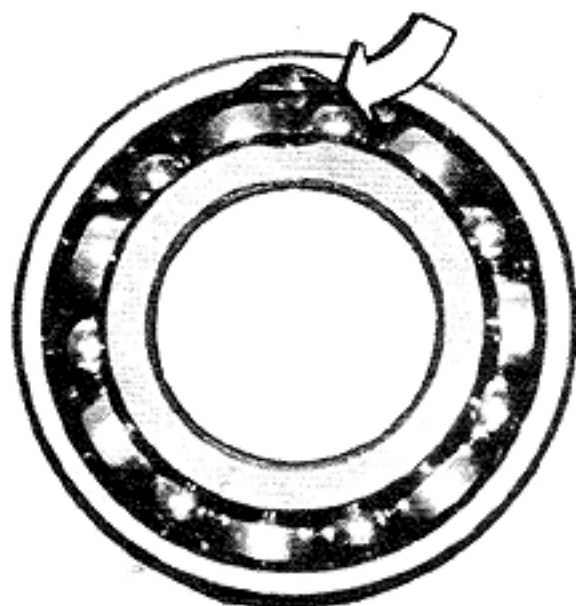

Fig. 9 Urtag på kullager
Montera samman axeln (42), lagret (39), locket (43) och medbringaren (44) till en enhet. Kullagret (39) monteras så att urtaget på kullagrets (fig. 9) ena sida vändes från kuggarna på axeln (42). Om tättningsringen i locket (43) visar minsta skada eller om den varit demonterad ur locket, skall den ersättas av en ny. För att skydda tättningsringen vid passage av kilspåren i axeln (42), skall skyddshylsa användas.